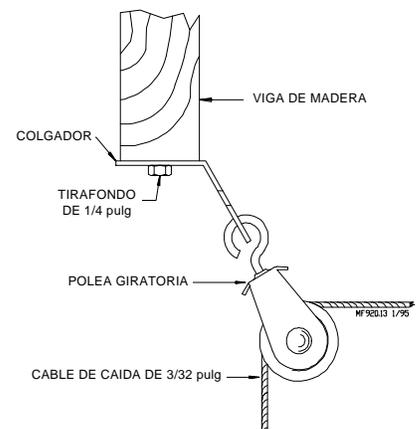

Figura 8. (Vista del final)
- Después de fijar el gancho de cielo raso a la viga, deslizar el gancho de una polea giratoria hasta que entre en la ranura, como se muestra en la **Figura 8.**